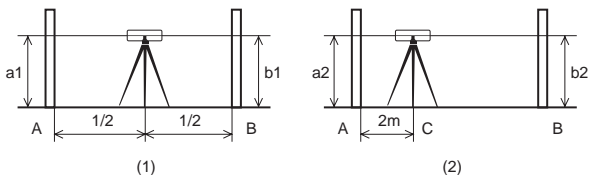

Fig. 5
- ① Placez l'appareil et mettez-le à niveau en un point entre deux points. Placez la mire sur les points A et B. Alignez la mire à l'aide de la lunette, puis notez les lectures de a_1 et de b_1 (voir fig. 5(1)).
- ② Déplacez l'appareil vers un point C à environ 2 mètres d'un des points A ou B. Mettez à nouveau l'appareil à niveau et notez les lectures de a_2 et de b_2 (voir figure 5(2)). Si $a_1 - b_1$ n'est pas égal à $a_2 - b_2$, il faut faire un ajustement.
- ① Au point C, dévissez le couvercle arrière pour dégager la vis d'ajustement du réticule.
- ② A l'aide de la cheville de réglage, tournez prudemment la vis d'ajustement jusqu'à ce que le trait horizontal donne la lecture $b_2 = a_2 - (a_1 - b_1)$ sur la mire.
- ③ Répétez cette procédure jusqu'à ce que la déviation soit inférieure à 2mm/30m.
- ④ Revissez le couvercle arrière lorsque vous avez terminé l'ajustement.
- ① 1 clé hexagonale d'ajustement
- ② 1 cheville de réglage
- ③ 1 File à plomb
- ④ 1 manuel d'instructions.